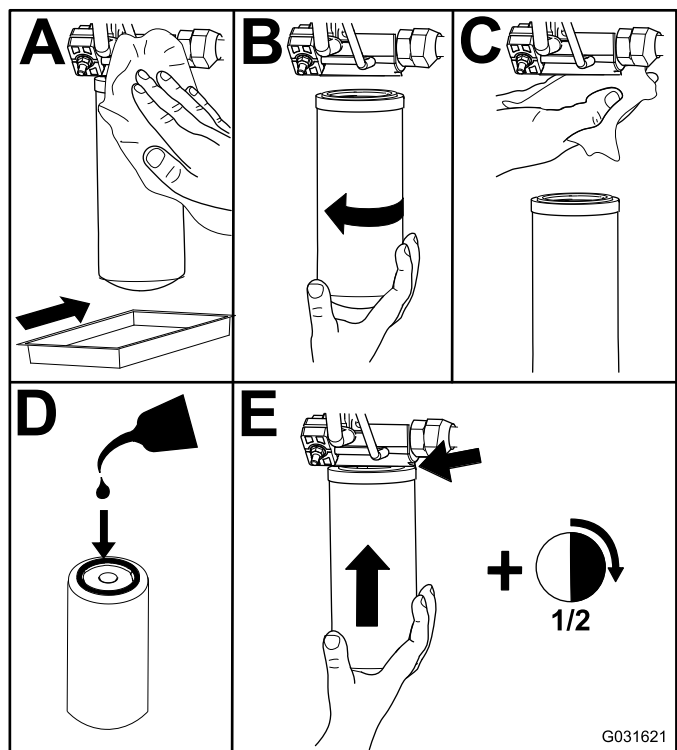

Figura 85
2. Cambie el filtro hidráulico de carga en el compartimento de elevación hidráulica, como se muestra en la Figura 85.
4. Cambie el filtro de retorno en el lado derecho de la máquina (Figura 85).